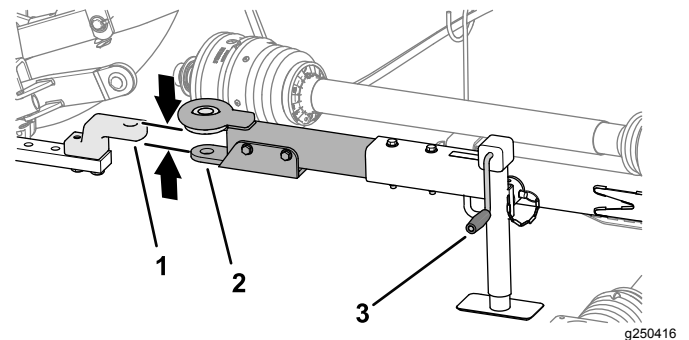

Bild 28
1. Heben oder senken Sie die Deichsel mit der Deichselheberkurbel, dass diese mit der Deichsel oder Anhängerkupplung des Zugfahrzeugs auf einer Höhe ist (**Bild 28**).
3. Richten Sie die Deichsel oder Anhängerkupplung des Zugfahrzeugs auf die Deichsel des Mähers (**Bild 28**) aus.